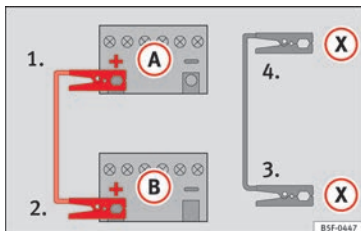

Abb. 87 Anschlussschema für Fahrzeuge mit Start-Stopp-System.
- Bei Fahrzeugen mit Start-Stopp-System: ein Ende des schwarzen Starthilfekabels (X) an einen geeigneten Masseanschluss, ein massives, fest mit dem Motorblock verschraubtes Metallteil oder an den Motorblock selbst anklemmen » » Abb. 87.
5. Klemmen Sie das andere Ende des schwarzen Starthilfekabels (X) im Fahrzeug mit der entladenen Batterie an ein mit dem Motorblock verschraubtes, massives Metallteil oder an den Motorblock selbst, aber so weit wie möglich von der Batterie (A) entfernt an.